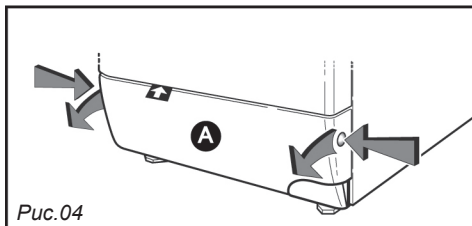

Рис.04
- Откройте нижнюю панель **A**, одновременно нажав на два выступа с обеих сторон панели (Рис. 04).
- Снимите нижнюю панель (см. Рис. 04 выше).